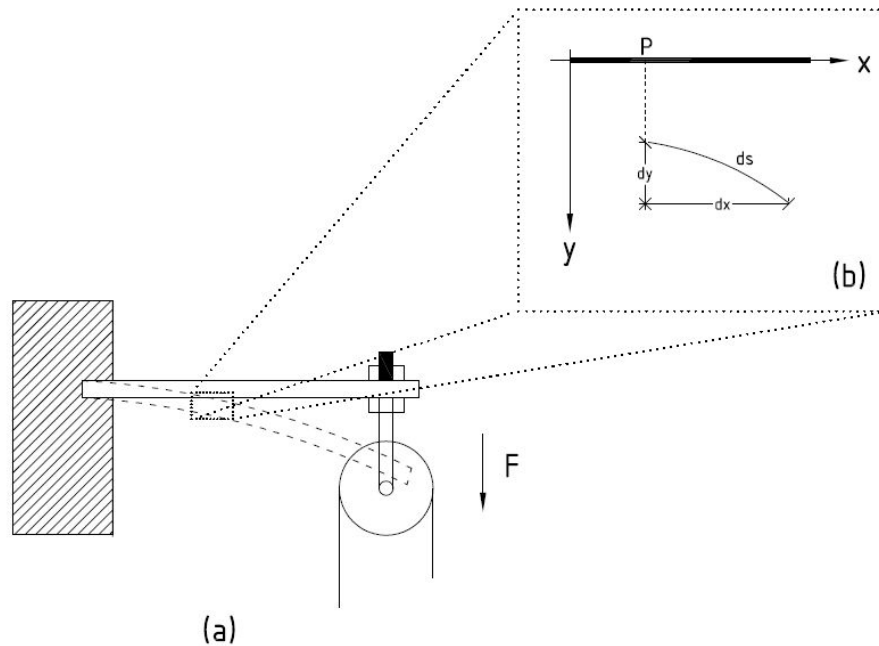

Figura 8: Flexión de la viga y punto P .
Los sensores que puede comprar, y sus rangos correspondientes, son los que se encuentran en la Figura 8. Note que los rangos de desplazamientos (expresados en milímetros) son: $[-500, 500]$, $[-350, 350]$, $[-20, 20]$, $[-5, 5]$, $[-1, 1]$, $[-2, 2]$, $[-0,75, 0,75]$ y $[-0,05, 0,05]$, respectivamente. Para seleccionar el sensor, tenga en cuenta lo siguiente:
En una obra en construcción se quiere armar un elevador de carga usando de apoyo una viga horizontal empotrada en un solo extremo, tal como se muestra en la Figura 8 (a). La fuerza (F) aplicada en el extremo libre provocará la flexión de la viga. Para cuantificar esta deformación, es necesario relacionar el desplazamiento (y) de la viga con el momento flector (M) causado por F . En la Figura 8 (b) se muestra la flexión que sufre un punto P que se encuentra a una distancia x del empotramiento de la viga. La cantidad ds es la longitud del arco de viga asociado a los incrementos dx y dy .